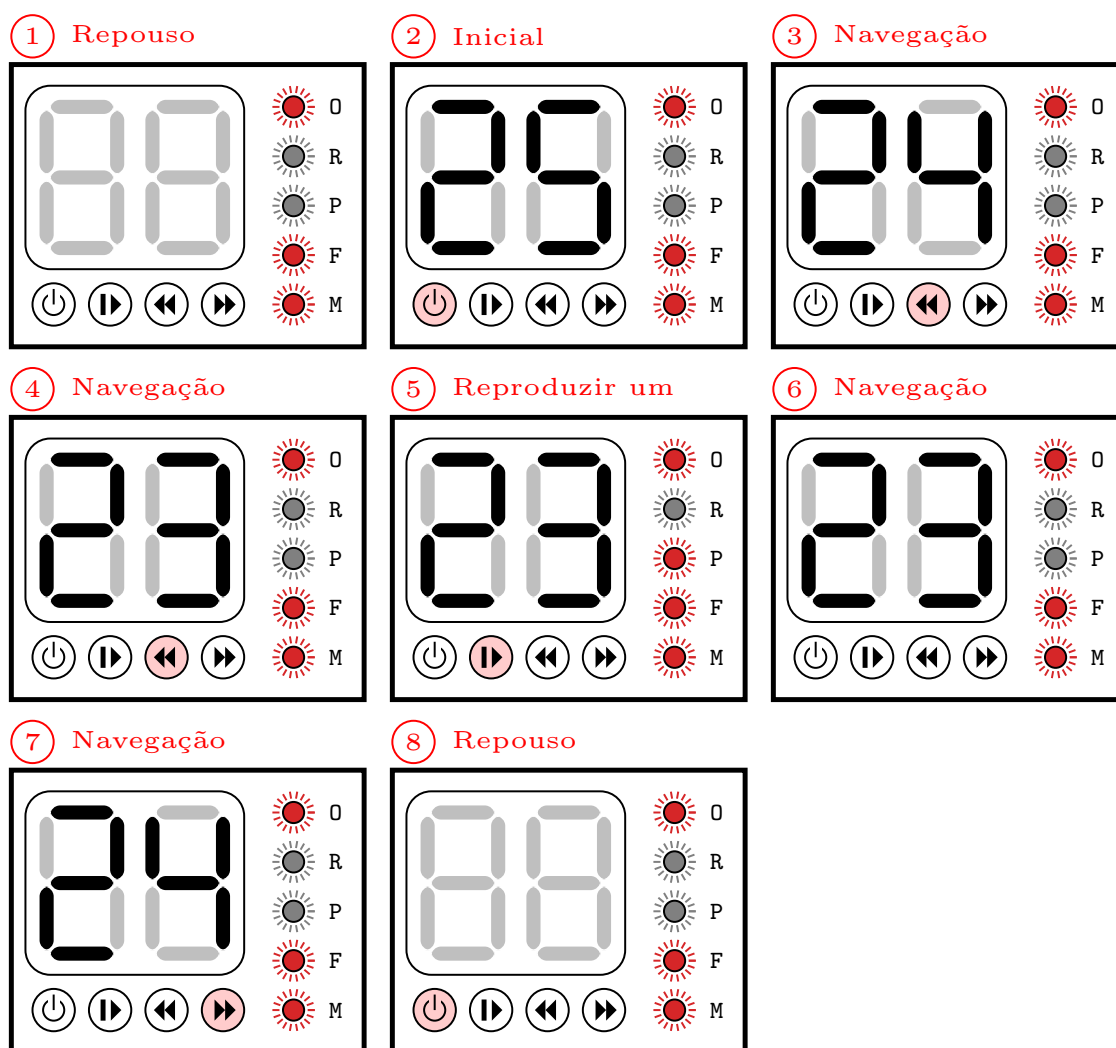

Figura 8: Infográfico do procedimento para reprodução individual de mensagem na memória interna quando a memória está cheia
O infográfico da Figura 8 apresenta o detalhamento do procedimento para a reprodução de uma mensagem selecionada. Estando na tela de repouso (1), o usuário deverá pressionar o botão ON (2), para que os displays apresentem o valor total de mensagens na memória interna. Observe que agora o led F está acionado indicando que a memória está cheia. Para navegar até a mensagem que deseja reproduzir o usuário deverá pressionar os botões BACK ou NEXT (3-4). Escolhida a mensagem que se deseja reproduzir o usuário deverá pressionar o botão PLAY. A reprodução será apenas da mensagem escolhida (5-6). O usuário poderá navegar para outra mensagem (7), se desejar, pressionando os botões BACK ou NEXT. Para retornar a tela de repouso de qualquer outra tela, basta pressionar o botão ON não estando na tela de repouso.